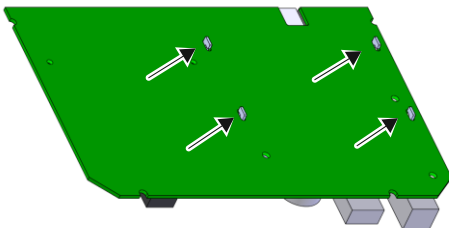

Abb. 2: Rückseite USR-51
- Metalllaschen zurückbiegen (→ Abb. 2).